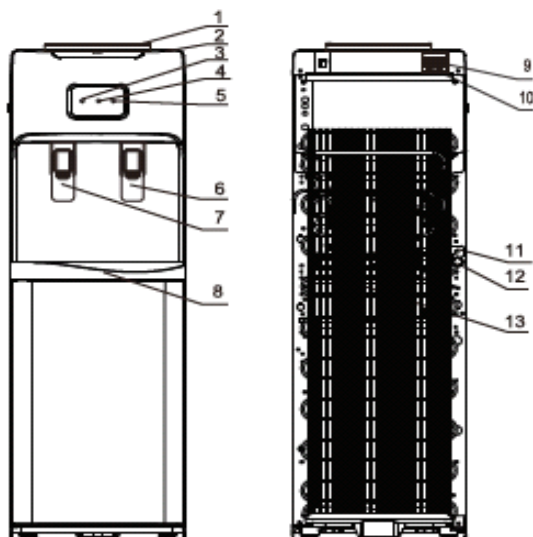

Рисунок 1. Схема аппарата V115
4. Остатки воды в системе необходимо слить, открыв пробку из отверстия для слива воды, расположенную на задней стенке аппарата (рис.1 — 12), после чего закрыть отверстие.
5. Остатки воды в системе необходимо слить, открыв пробку из отверстия для слива воды, расположенную на задней стенке аппарата (рис.1 — 12)